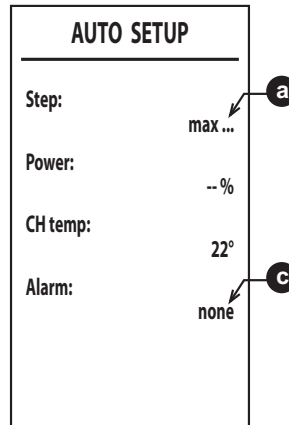

fig. 38
6. După aprindere, arzătorul se poziționează pe diferitele puteri (max, med, min) indicate de punctul a (fig. 38).
- apare mesajul max\_err la punctul a și un cod de eroare la punctul c (fig. 38).